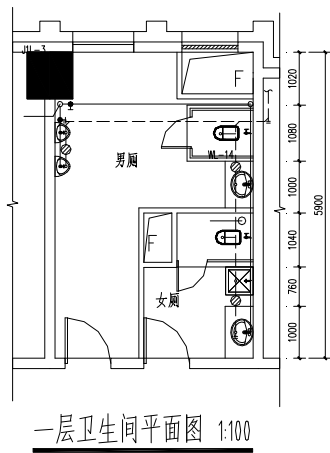

图 12-22 打开改变比例素材 (1:50)
**01** 按 Ctrl+O 组合键，打开配套光盘提供的“第 12 章/ 12.3.4 改变比例.dwg”素材文件，结果如图 12-22 所示。